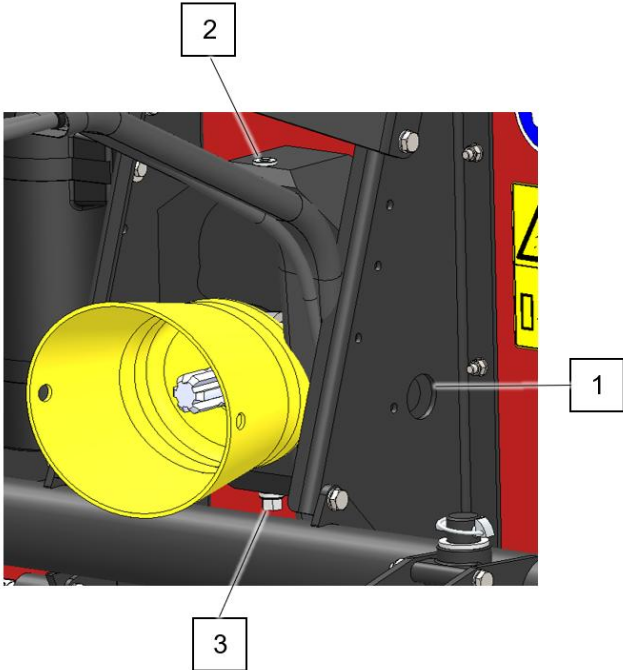

Abb. 12
3. Entfernen Sie die Einfüllschraube (2), siehe (Abb. 12).
4. Entfernen Sie das Öl mit einer Saugpumpe oder stellen Sie einen Auffangbehälter mit ausreichendem Fassungsvermögen (mehr als 2,5 Liter / 0,66 Gallonen) unter die Ablassschraube (3) und entfernen Sie diese Schraube.
6. Setzen Sie die Ablassschraube (3) wieder ein.
8. Der Ölstand kann bei Bedarf auch durch das Schauglas abgelesen werden (1).
9. Setzen Sie die Einfüllschraube (1) wieder ein.